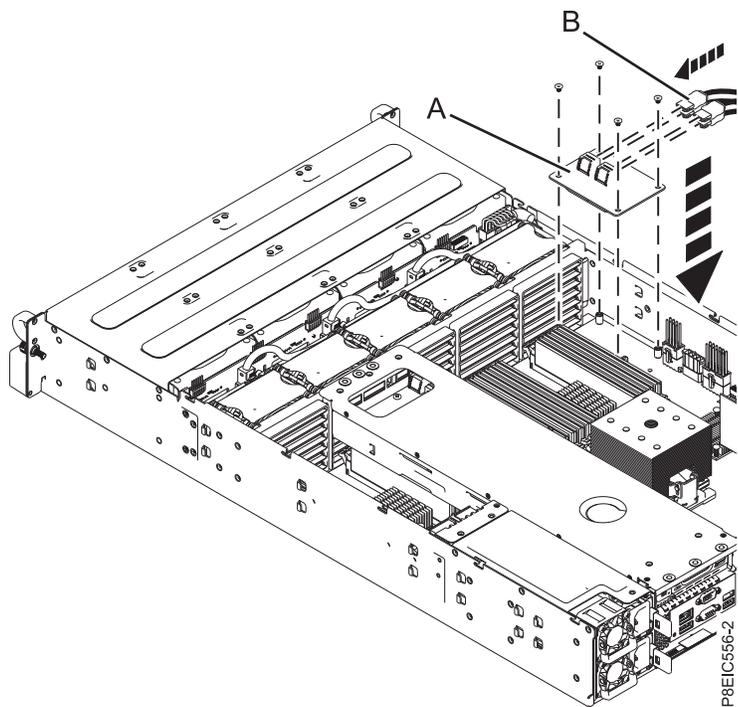

Figura 41. Substituindo o Placa de mezanino de armazenamento
2. Instale e aperte os quatro parafusos que prendem o Placa de mezanino de armazenamento ao painel traseiro do sistema, conforme mostrado na Figura 41 na página 36.